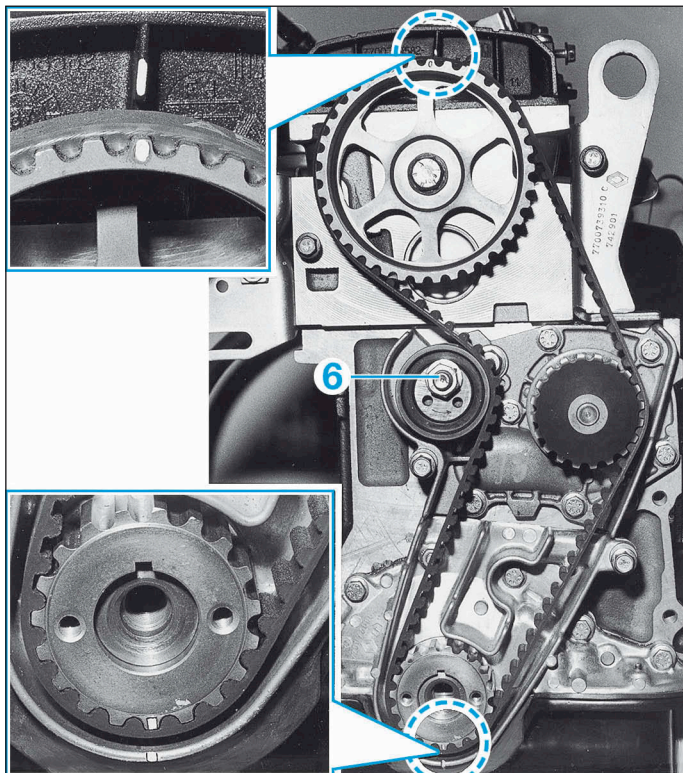

FIG.5
- Tourner le vilebrequin dans le sens horaire pour amener le repère de la roue dentée d'arbre à cames une dent avant l'axe vertical de la roue dentée et le repère de la roue dentée de vilebrequin une dent avant l'axe vertical de la roue dentée (Fig.5).
La figure 5 montre le moteur calé.